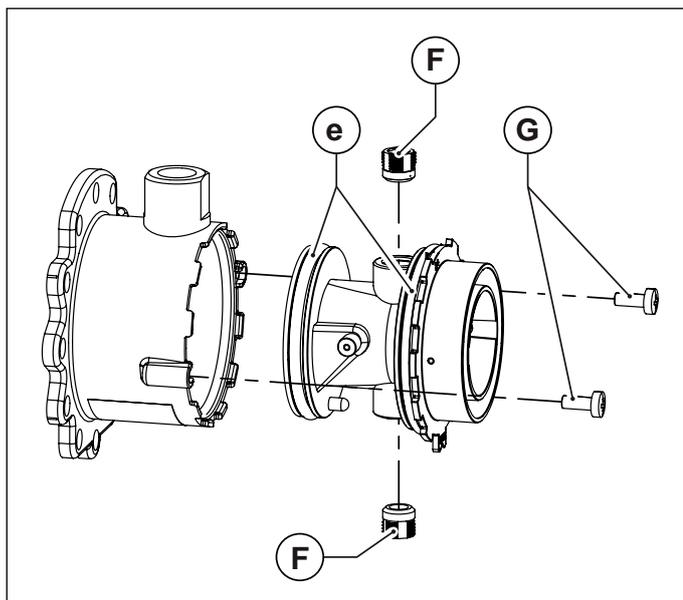

Fig. 29 Corpo in plastica del miscelatore
- Sfilare il corpo in plastica del miscelatore, svitando le due viti di fissaggio (vedi Fig. 29 Corpo in plastica del miscelatore).
- Svitare i due ugelli del miscelatore utilizzando una chiave a brugola da 6 mm (vedi Fig. 29 Corpo in plastica del miscelatore).
- Rimontare il corpo in plastica (Venturi) inserendolo nel miscelatore e avvitandolo con le viti di fissaggio, avendo cura di non danneggiare le guarnizioni o-ring che sono montate agli estremi del corpo in plastica (vedi Fig. 29 Corpo in plastica del miscelatore) e di rispettare l'orientamento di montaggio (vedi Fig. 30 Orientamento di montaggio).
- Montare il mixer riassembleto al ventilatore con le viti a brugola, avendo cura di riposizionare, fra mixer e ventilatore, l'o-ring di tenuta (vedi Fig. 29 Corpo in plastica del miscelatore).